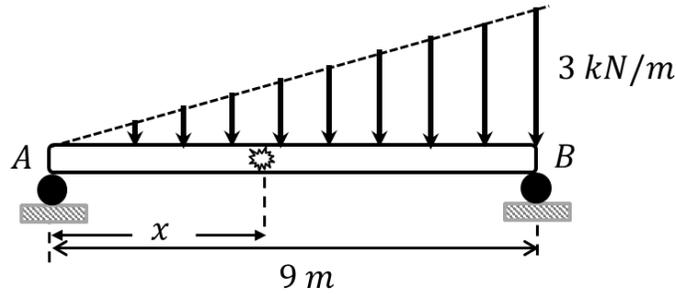

Fig. 8.24.
8.9.- Dibujar un diagrama continuo de fuerza cortante y torque flector de la viga cargada mediante una fuerza distribuida triangular de la Fig. 8.24.